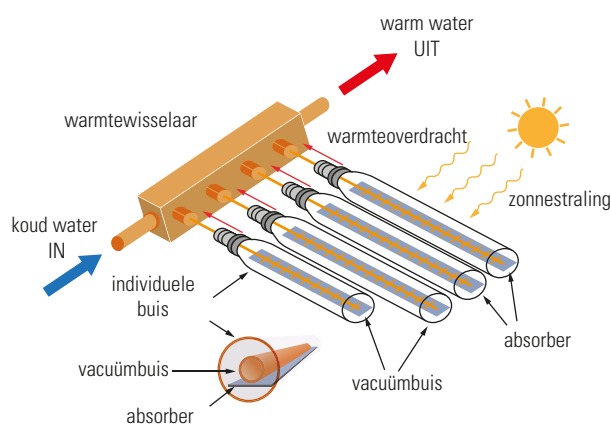

Fig. 5 Buiscollector
- Buiscollectoren (fig. 5) bestaan uit glazen vacuümbuizen. Zij presteren het best in slechtere omstandigheden: relatief weinig zonne-energie en/of lage buitentemperatuur. Omdat ze bij koud weer efficiënter zijn, worden ze aanbevolen als de installatie ook wordt gecombineerd met ruimteverwarming.